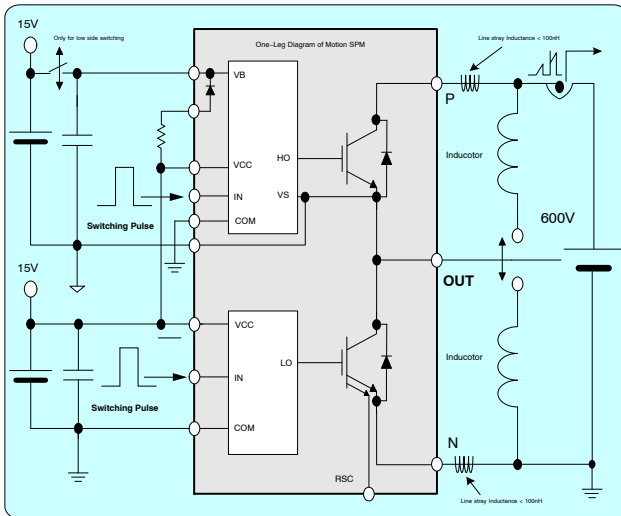
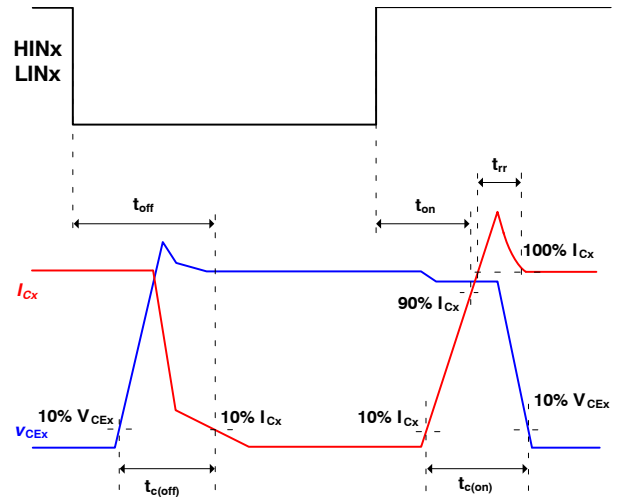

図 5. スwitchング評価回路
図 6. スwitchング時間定義
4. t_{ON} および t_{OFF} は内部ドライブ IC の伝播遅延時間を含みます。 $t_{C(ON)}$ および $t_{C(OFF)}$ は、内部のゲートドライブ条件における IGBT のスイッチング時間です。詳細については、図 5 と図 6 を参照してください。